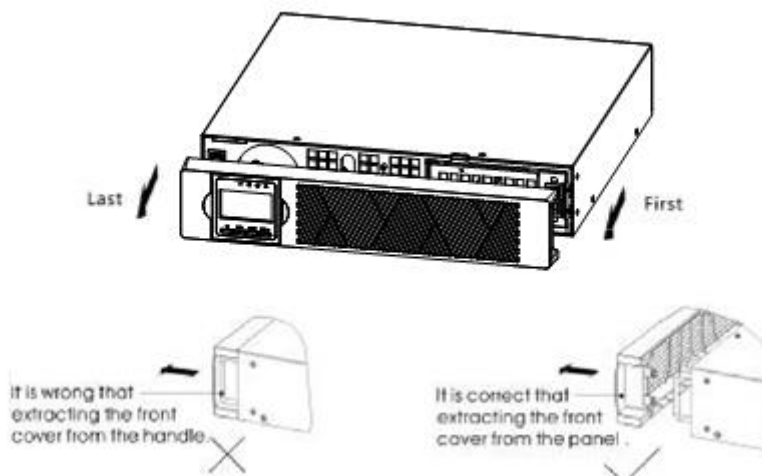

Figura 8
(1) Per collegare i cabinet espansione batterie (EBP) opzionali all'UPS procedure come segue:
a) Rimuovere il pannello frontale di ogni singolo cabinet (Figura 8).